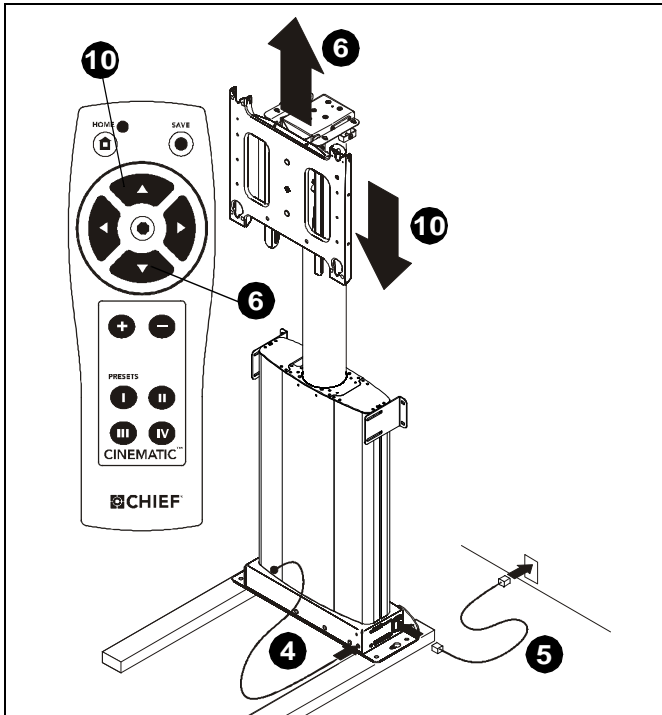

Figura 3
4. Instale el receptor infrarrojo (IR). (Consulte la Figura 3).
6. Con el control remoto, suba el elevador hasta que pueda accederse a las tuercas de seguridad del reverso de la placa frontal. (Consulte la Figura 3).
10. Con el control remoto, baje el elevador hasta que se detenga. (Consulte la Figura 3).
11. Suba el elevador según las instrucciones del paso 6. (Consulte la Figura 3).